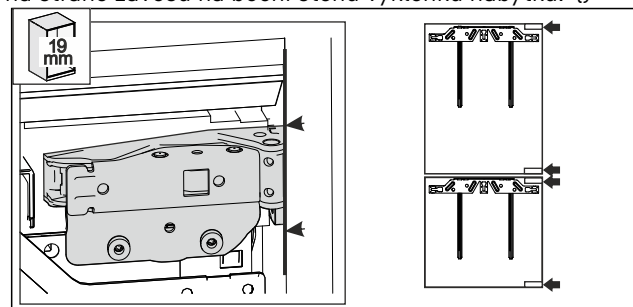

Fig. 61
- Stěna nábytku o tloušťce 19 mm: přední hrana závěsů je zarovnána s přední stranou boční stěny nábytku. Fig. 61 ()